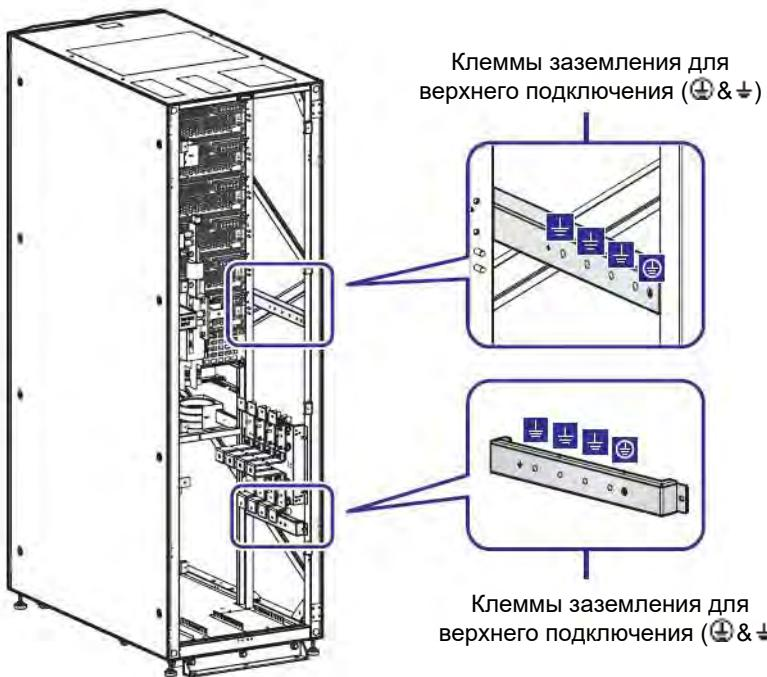

Рисунок 5-13: Клеммы заземления
- Клемма заземления ИБП (◎) должна быть заземлена. Для проводки используйте наконечники кольцевого типа. Для определения расположения клемм заземления ИБП (◎) см. *Рисунок 5-13*.